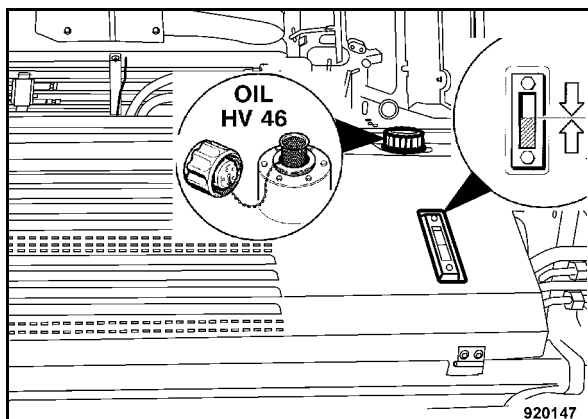

Fig. 181
- Versare l'olio idraulico nuovo attraverso il filtro a rete (Fig. 181).